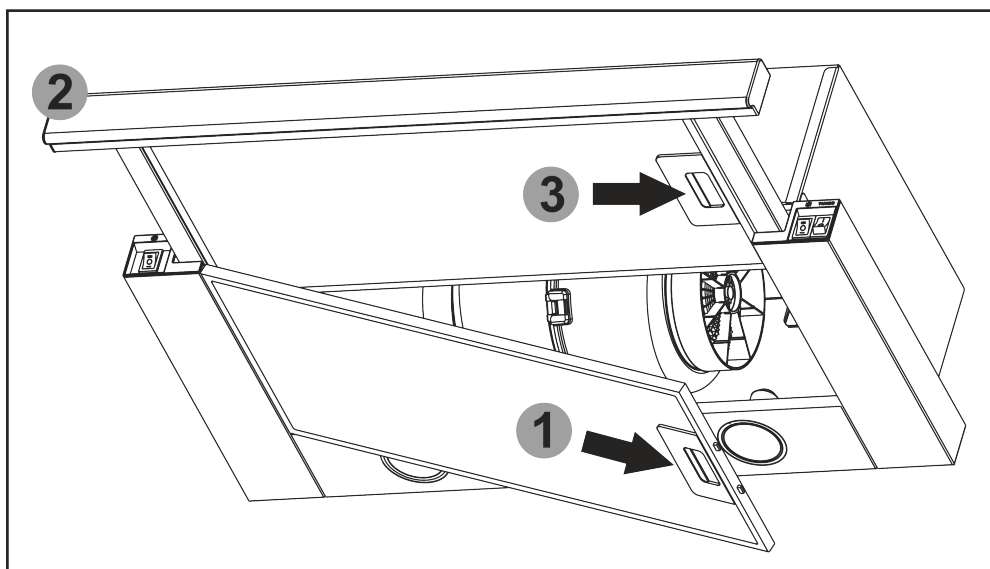

Рис.6
8.7 Для зняття алюмінієвих фільтрів (**рис.6**) слід натиснути на пружинну засувку алюмінієвого фільтра **1** і зняти його. Витягнути шушляду висувну **2** і зняти алюмінієвий фільтр **3**. Установка фільтрів виконується в зворотному порядку.